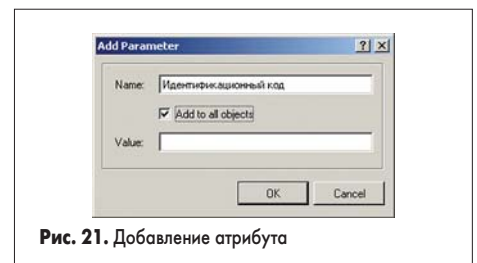

Рис. 21. Добавление атрибута
3. Нажмем кнопку Add Column. Откроется окно Add Parameters (рис. 21).